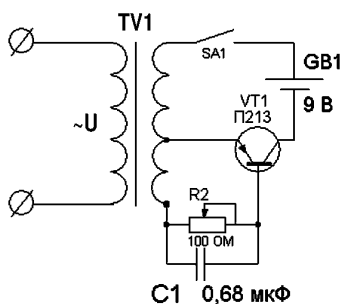

рис. 3
**Схема прибора (рис. 3).** Резистором  $R_2$  изменяют частоту генератора. Обмотки трансформатора наматывают на любой сердечник. Обмотка I - 2000-2500 витков провода диаметром 0,05...0,1 мм; обмотка II - 60 витков; обмотка III - 26 витков провода диаметром 0,3 мм.